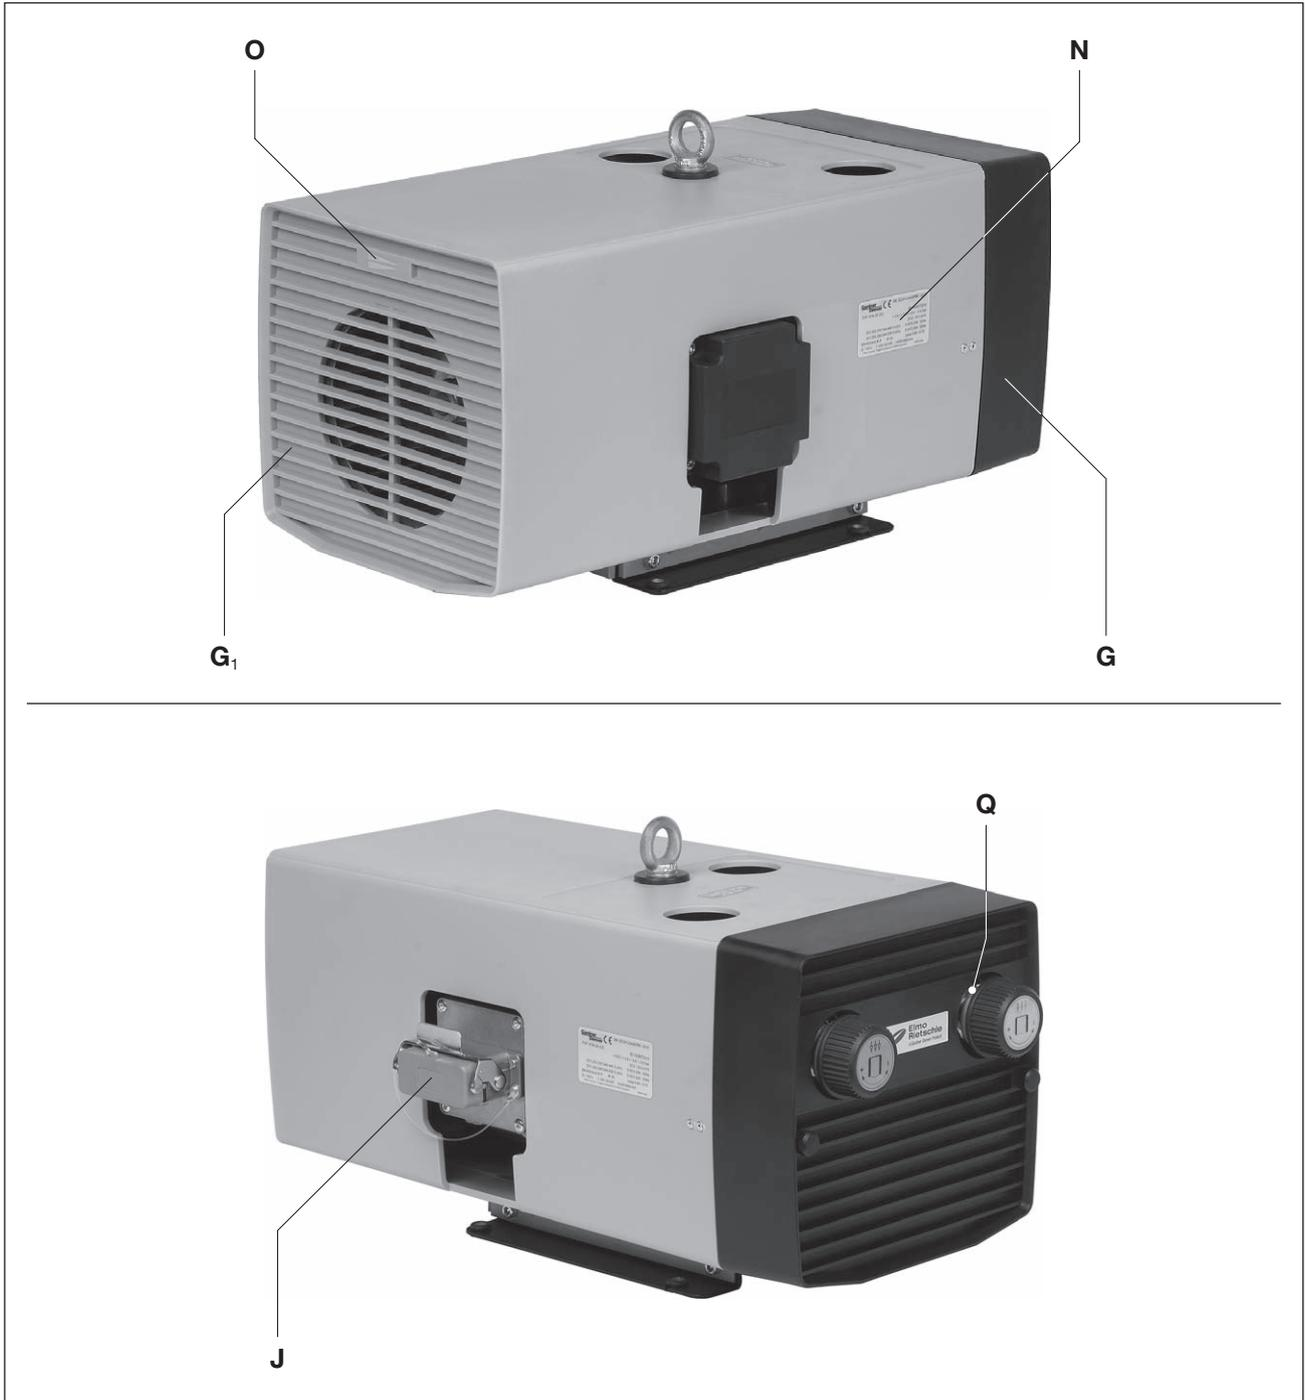

Fig. 3 Pompe pression-vide V-KTN
Le démontage de la grille de refoulement (fig. 3/G) et de la grille d'aspiration (fig. 3/G₁) aux fins de maintenance nécessite un dégagement d'au moins 30 cm
- b) Relier le moteur à la prise (fig. 3/J) ou au disjoncteur (pour sa protection) et bloquer le câble d'alimentation par un presse-étoupe. Nous recommandons un disjoncteur à coupure temporisée pouvant supporter une éventuelle surintensité. Lors d'un démarrage à froid, une éventuelle surintensité peut se produire momentanément.
- ▷ Le sens de rotation préconisé de l'arbre d'entraînement est indiqué par la flèche d'indication du sens de rotation (fig. 3/O).